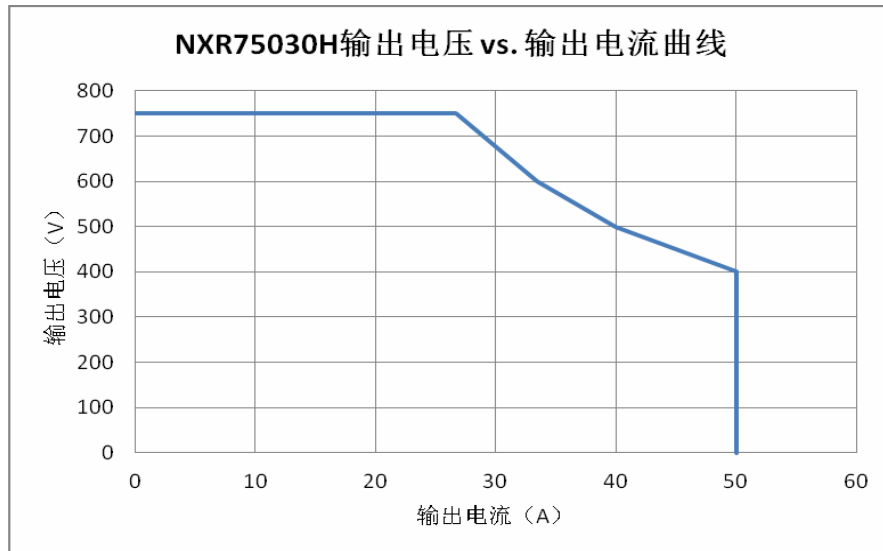

图 1-7 NXR75030H 输出电压 vs. 输出电流的关系曲线
5) NXR75030H 额定输入电压时，模块允许输出功率为 20kW，模块输出电压与输出电流的关系如图 1-7 所示。